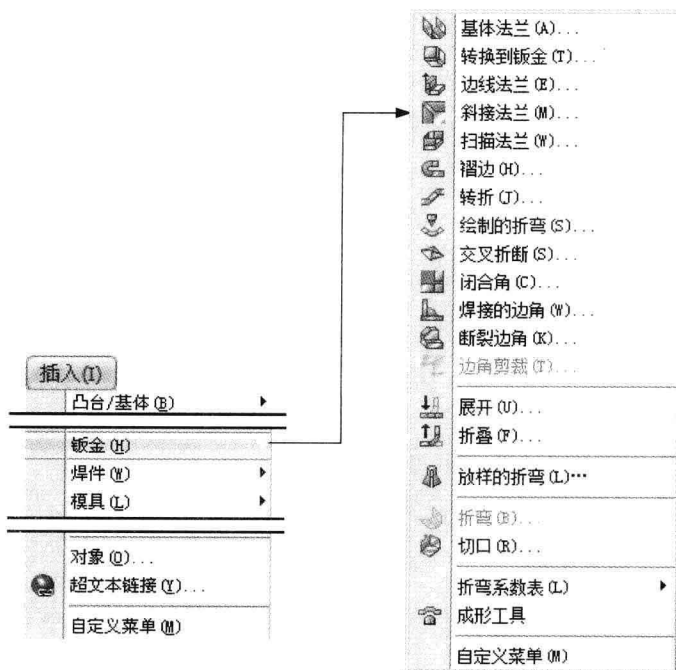

图 1.2.2 “钣金”子菜单
- 通过右击某特征，然后选择  特征属性... (P) 命令来更改特征的名称。
- 通过右击某特征，然后选择  父子关系... (I) 命令来查看特征的父子关系。
下拉菜单中包含创建、保存、修改模型和设置 SolidWorks 环境的一些命令。钣金设计的命令主要分布在  插入 (I)   钣金 (M) 子菜单中，如图 1.2.2 所示。